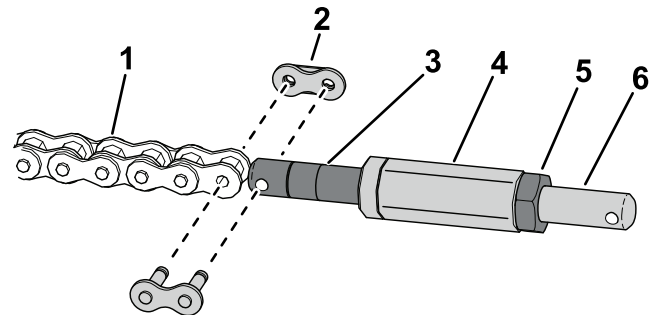

Bild 13
5. Verwenden Sie ein Kettenglied, um die Kette am Kettenspannschloss zu befestigen (**Bild 13**).
6. Montieren Sie die Sechskantwelle an das Kettenspannschloss (**Bild 13**).
7. Befestigen Sie das Kettenspannschloss mit einer Sicherungsmutter an der Sechskantwelle (**Bild 13**).